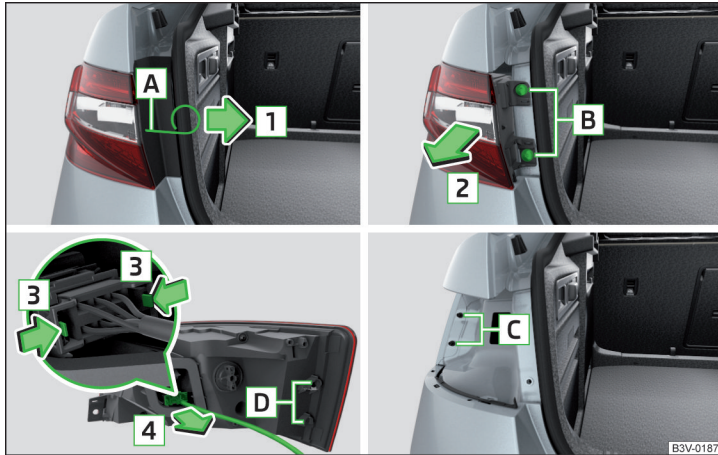

Abb. 265 Leuchte herausnehmen / Stecker abziehen
- › In die Öffnung **A** » Abb. 265 den Bügel zum Abziehen der Radvollblenden einführen.
- › Den Stecker entgegen der Pfeilrichtung **4** » Abb. 265 in die Leuchte einschieben. Die Verriegelungen am Stecker müssen sicher einrasten.